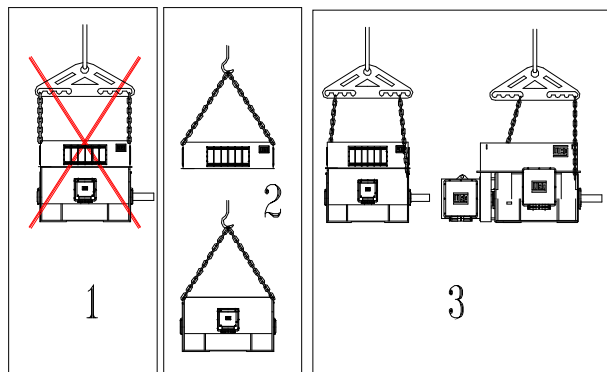

Figura 3.1: Manuseio de motores
- O manuseio do motor deve ser feito conforme indicado nas posições 2 e 3 da Figura 3.1;
- Caso o centro de gravidade não esteja perfeitamente no centro dos olhais de suspensão, utilizar uma das formas mostradas no item 3 da Figura 3.1.